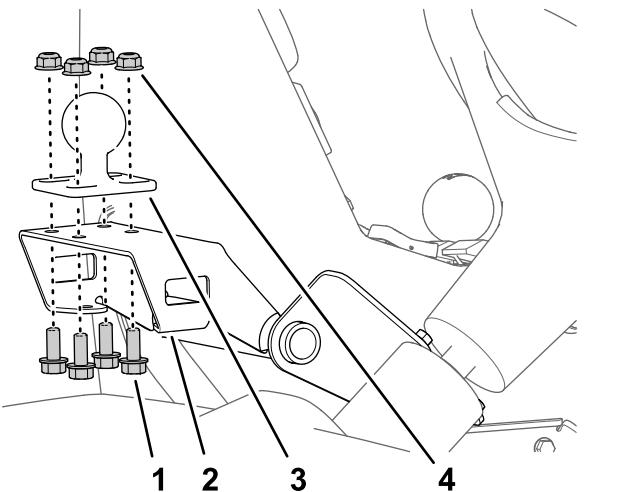

图166
1. 使用 4 个凸缘头螺栓 $5/16 \times \frac{3}{4}$ 英寸和 4 个凸缘锁紧螺母 $5/16$ 英寸将球形安装架组装到监控器安装架的支架上 图166。